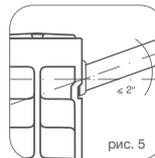

рис. 5
**!** *Во избежание аварии допустимое отклонение оси коллектора радиатора от подводящих труб не более  $2^\circ$  (рис. 5).*